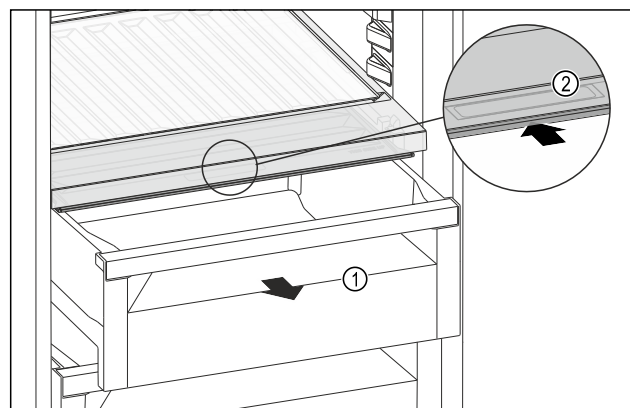

Fig. 178
- Estrarre il cassetto Fig. 178 (1).
- Afferrare la maniglia incassata Fig. 178 (2) sul coperchio dello scomparto e spingere allo stesso tempo all'indietro il coperchio dello scomparto.